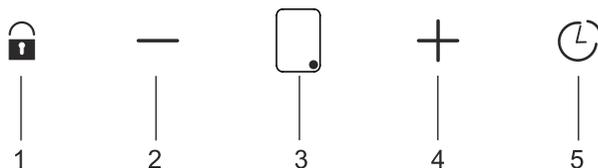

Fig. 28
2. ➤ Quindi mantenere premuto il pulsante del timer fino a quando  viene visualizzato sullo schermo digitale (Fig. 28/1).
3. ➤ Dopo aver sbloccato il ventilatore, è possibile utilizzare il pulsante "+/-" per regolare la velocità di funzionamento (Fig. 28/ 2,4)
4. ➤ Mentre l'apparecchio viene utilizzato a qualsiasi livello, premendo  il pulsante abiliterà il timer da 15 minuti. Mentre il timer torna indietro, la velocità sullo schermo digitale lampeggia. Dopo 15 minuti, qualsiasi funzione abilitata prima che il timer si spenga. (Fig. 28/ 5).